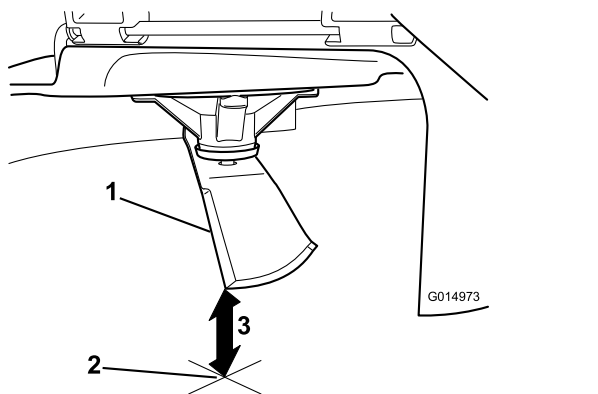

**Figura 45**
- Gire la misma cuchilla 180 grados de manera que el otro filo de corte esté en la misma posición (Figura 45).